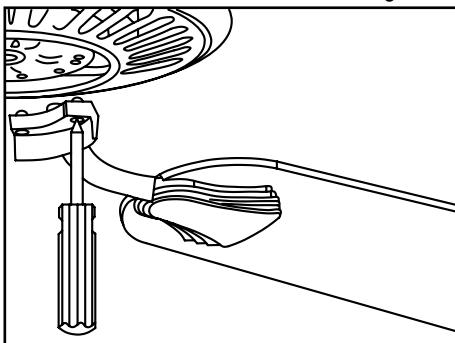

Figura 14
3. Ajusta el brazo del aspa al motor insertando los postes de alineación dentro de la ranura de la parte inferior del motor y aprieta los tornillos del motor. Por favor, ten en cuenta que los tornillos del motor están en los soportes del aspa (Figura 14).
El interruptor de reversa instalado en la caja del interruptor (Figura 14) controla la dirección del flujo de aire: hacia delante (hacia abajo) o reversa (hacia arriba).